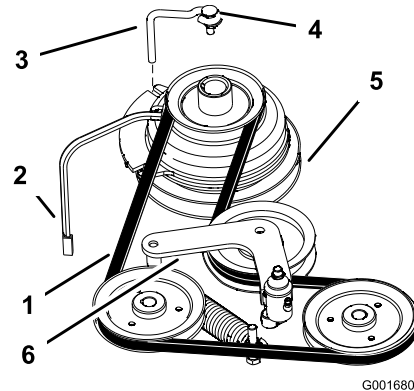

Bild 51
- Entfernen Sie die Schraube von der Kupplungsbefestigung und ziehen Sie das Elektrokabel der Kupplung ab (Bild 51).
- Entfernen Sie den Treibriemen von den Motor- und Hydraulikpumpenscheiben (Bild 51).
- Legen Sie einen neuen Riemen um die Motor- und Hydraulikpumpenscheiben (Bild 51).
- Lösen Sie den Druck auf den federgespannten Spannarm (Bild 51).